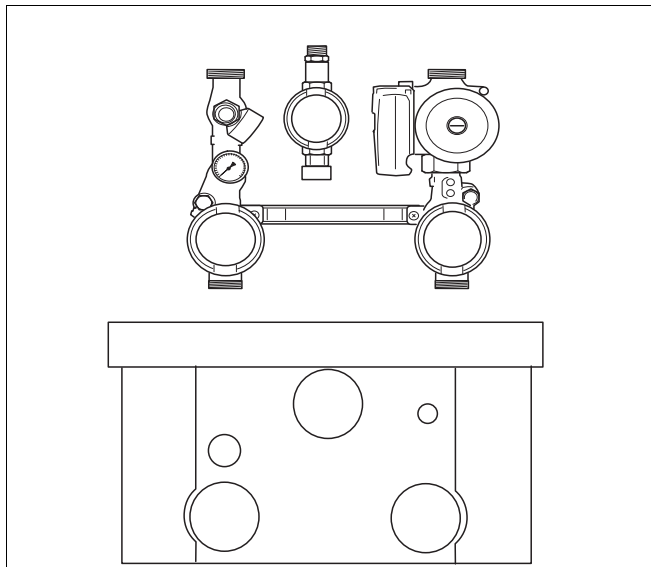

Рис. 11 Группа подключения (дополнительное оборудование)
- с помощью группы подключения (рис. 11) (дополнительное оборудование)